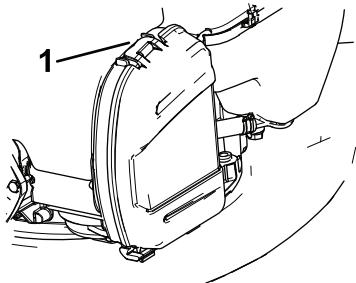

Figura 16
1. Levante la pestaña para abrir la tapa del filtro de aire (Figura 16).